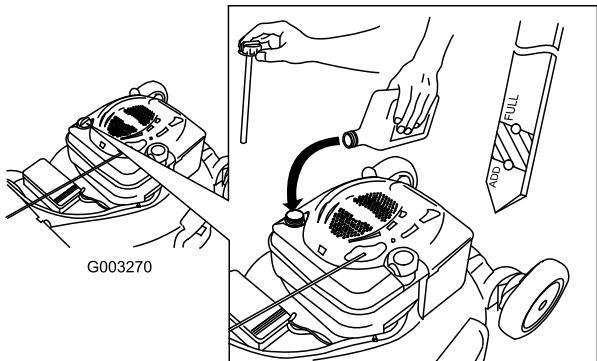

Figura 10
1. Retire la varilla, límpiela, y vuelva a colocarla (Figura 10).
2. Retire la varilla y compruebe el nivel de aceite (Figura 10). Si el nivel de aceite está por debajo de la marca Add de la varilla, vierta **lentamente** aceite en el tubo de llenado hasta que el nivel llegue a la marca Full de la varilla. **No llene demasiado.** (Capacidad máxima: 0,59 l, tipo: SAE 30, aceite detergente con clasificación de servicio API SF, SG, SH, SJ, SL o superior.)